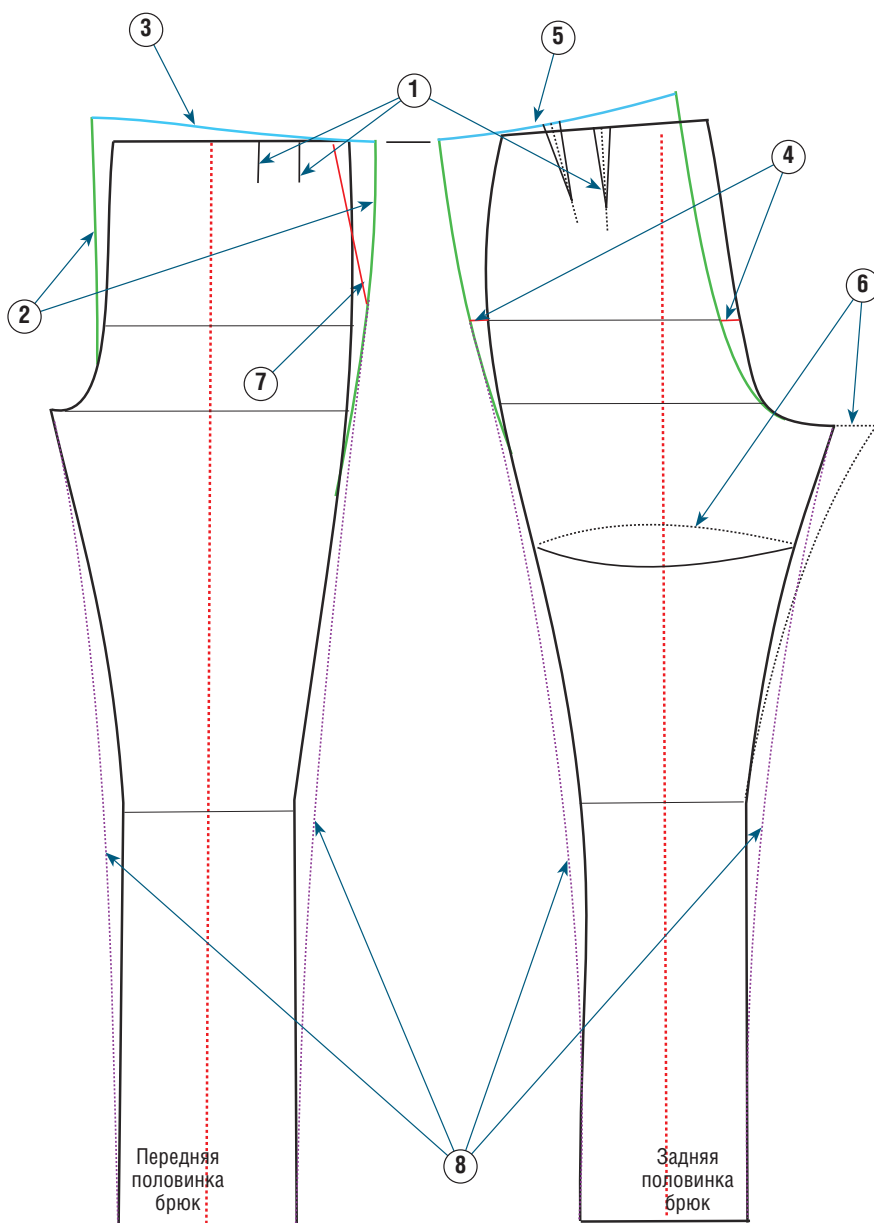

Рис. 1
- ① На одежде больших размеров или сшитой на нестандартную фигуру часто делают складки спереди и вытачки по спинке, чтобы уравнивать прибавки на свободное облегание, которые делаются специально, а также вытачки, формирующиеся естественным образом во время построения выкройки. Поэтому сделайте вытачку на задней половинке брюк (см. с. 207) и разметьте складки на переднем полотнище (см. с. 210).
- ② Начертите заново линию середины и линию бокового среза (на рис. 1 отмечены зеленым цветом), учитывая ширину складок, сделанных на этапе 1, таким образом, чтобы одна половина этой мерки располагалась посередине, а другая находилась на боковом срезе переднего полотнища. После этого поднимите линию середины переда на 2–3 см (в зависимости от объема живота).
- ③ Начертите слегка изогнутую линию талии (на рис. 1 отмечена голубым цветом).
④ Чтобы сделать высоту сидения вогнутой, нужно изменить положение верхней части брюк начиная от линии шага. Для этого отмерьте 4 см на каждом конце линии бедер (на рис. 1 отмечено красным). Внимание: эта мерка зависит от объема ягодиц. Затем начертите заново линию среднего среза (середины спинки) брюк, увеличив ее примерно на 2 см выше базовой линии талии (на рис. 1 отмечена зеленым). Перечертите также линию бокового среза, следя за тем, чтобы обе линии боковых срезов (передней и задней половинок) были подогнаны к одной и той же кривой и заканчивались на одинаковой высоте.
⑤ Начертите новую, слегка изогнутую линию талии по спинке (на рис. 1 отмечена голубым цветом), затем переместите вытачку.
⑥ На четвертом этапе модификаций кривая высоты сидения на задней половинке брюк была углублена на 4 см – это максимальная мерка, позволяющая сохранить стабильность конструкции и последующее ниспадание брюк. Если этого недостаточно (что случается при особенно сильно развитых ягодицах), удлините линию шага (на рис. 1 показано черными пунктирными линиями). С помощью кривой соедините с линией внутренней стороны ноги на уровне колен, учитывая мерку обхвата бедра (см. с. 208).
⑦ На новом чертеже выкройки обозначьте вход в карман (на рис. 1 отмечен красным цветом; см. также с. 222). Как правило, на брюках очень большого размера вход в карман заканчивается на расстоянии примерно 2–3 см от бокового шва. Его длина должна быть достаточной для того, чтобы туда свободно проходила ладонь, и обычно составляет не менее 15–17 см.
⑧ В зависимости от моделей брюк линии штанин начиная от области паха и по боковым срезам вычерчиваются с сохранением пропорций верхней части брюк и, таким образом, начинаются от линии шага. Это позволяет увеличить свободное облегание на уровне колен и сделать линию ниспадания брюк визуально более пропорциональной (на рис. 1 показано фиолетовыми пунктирными линиями).